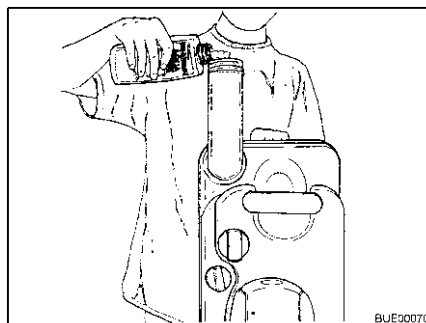

Bild 221 Fylla på sanitetsvätska
- Fyll på angiven mängd sanitetsvätska i latrintanken (Bild 221).